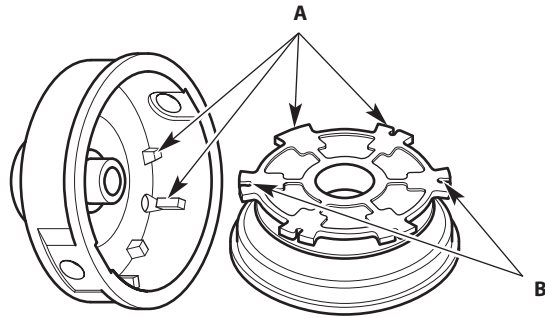

Fig. 3
7. Check the indexing teeth and holding slots for wear (Fig. 3). If necessary, remove burrs or replace the inner reel and outer spool.
7. Vérifiez l'état d'usure des dents de positionnement et des encoches de retenue (Fig. 3). Le cas échéant, enlevez les ébarbures ou remplacez l'enrouleur intérieur et la bobine extérieure.